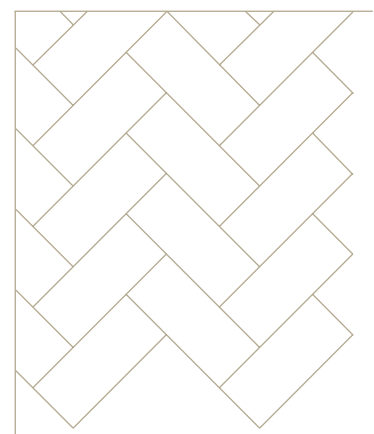

Abb. 7: Zuschneiden zur Wand.
6. Dielen und Passstücke zu den Wänden so zuschneiden, dass der Abstand zur Wand immer 10-15 mm beträgt. Siehe Abb. 7.